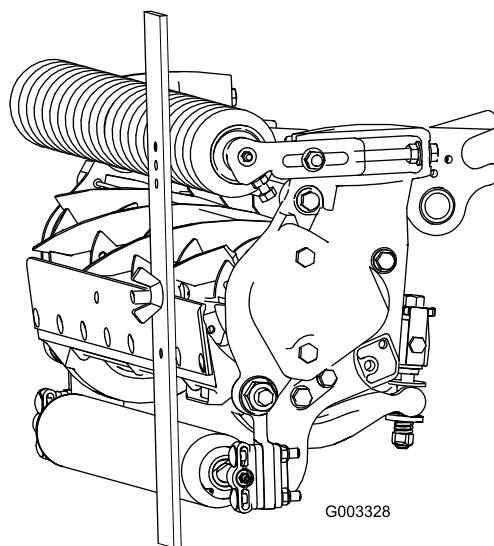

図 20
3. ゲージバーのねじの頭を下刃の先端に引っかけ、バーの後端を後ローラに当てがう 図 20。
4. バーの前端がローラに当たるように、調整ねじで調整する 図 20。ローラ全体が下刃と平行になるように、ローラの両側を均等に調節する。